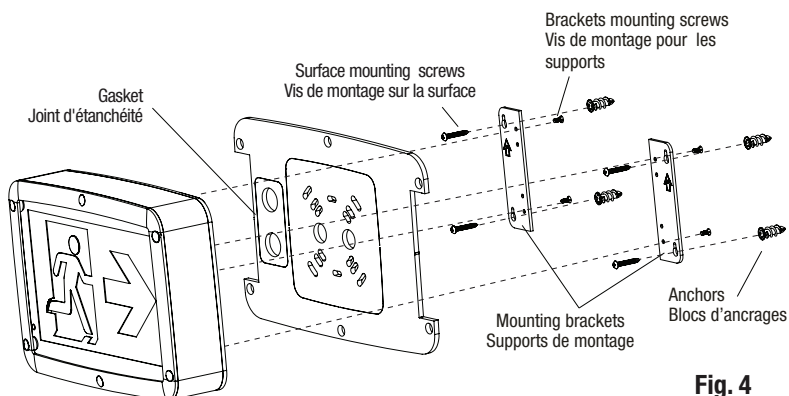

Fig. 4
- 4.c For Mounting Bracket installation (Fig. 4) only, drill the appropriate central hole following the designated drill pattern in the back housing. Remove the sides parts of the gasket and paste it on the back of the unit and route the proper wire through the central hole. Mount the brackets on the back housing using the four screws provided in the hardware bag (use screwdriver PH2X). Place the housing on the required surface and use the bracket holes as a drilling template. Drill the four holes and fix the mounting anchors inside each hole.
- 4.c Pour l'installation avec braquettes de montage (Fig. 4) seulement, percer le trou central appropriés en suivant le modèle de perçage désigné dans le boîtier arrière. Retirer les parties latérales du joint d'étanchéité et le coller à l'arrière de l'unité et passer les fils électriques par l'orifice central. Monter les braquettes sur le boîtier arrière à l'aide des quatre vis fournies dans le sachet de pièces (Utiliser le tournevis PHx2). Placer le boîtier sur la surface requise et utiliser les trous du support comme gabarit de perçage. Percer les quatre trous et fixer les ancrages de fixation à l'intérieur de chaque trou.
7.b For mounting bracket installation only, mount the fixture on the surface using the two brackets and the four mounting screws provided (use screwdriver PH3X). Tighten the screws enough to compress the gasket to ensure a good sealed joint (Fig.4).
7.b Pour installation avec braquettes de montage seulement, fixer l'unité en place avec l'aide de deux supports et les quatre vis de montage incluses (utiliser le tournevis PHx2). Serrer les vis suffisamment pour comprimer le joint d'étanchéité pour assurer un joint scellé. (Fig.4)